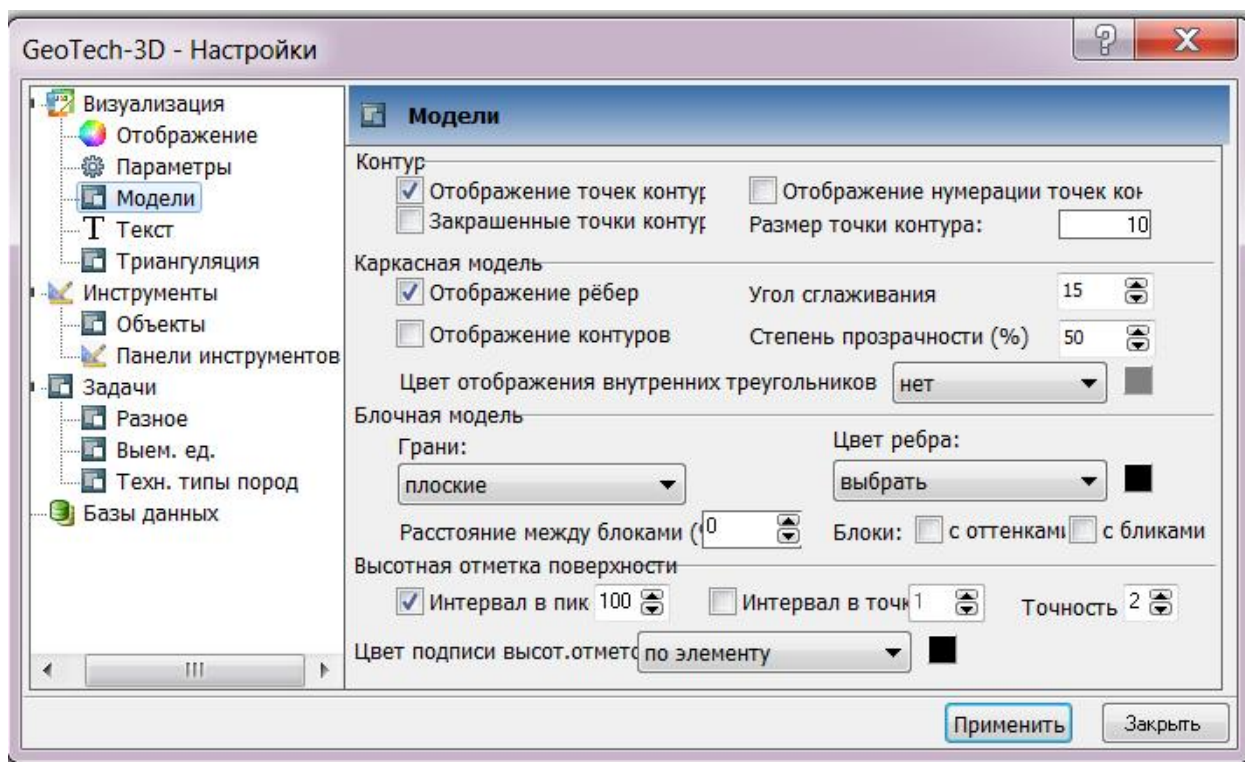

Рис.2. Параметры управления видом моделей объектов
3. Закладка «Модели» (см. рис.2) содержит панель «Каркасная модель».